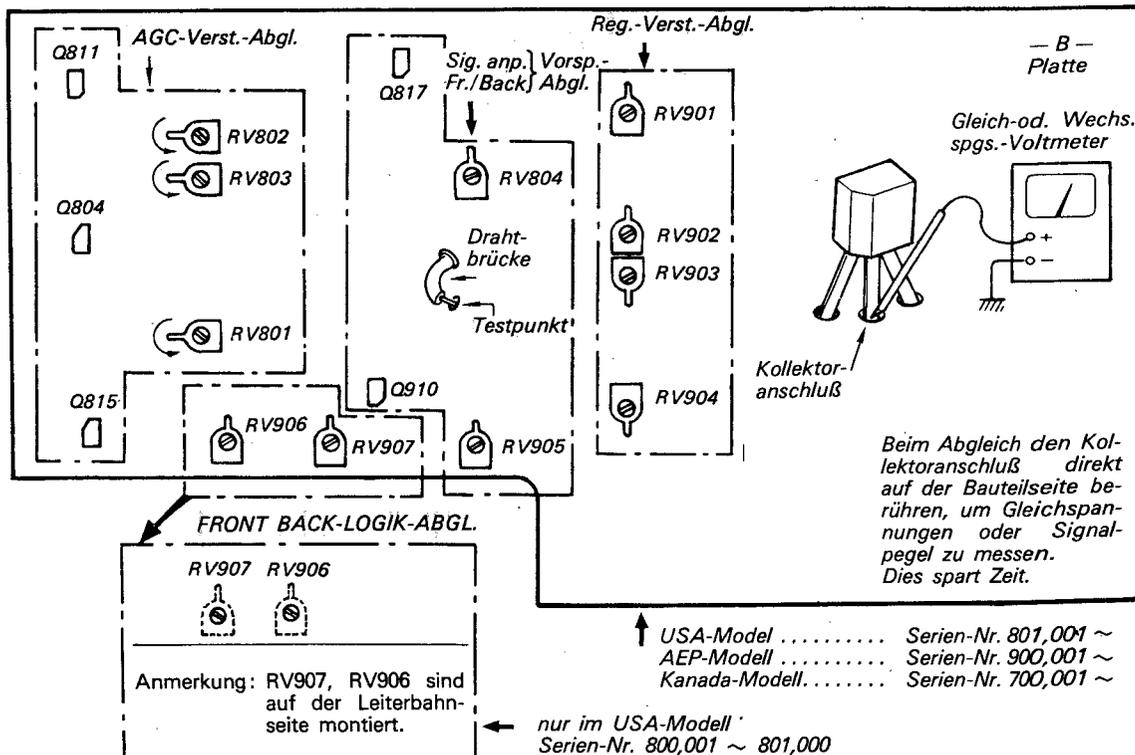

Fig. 3-4. Anordnung der Abgleichpunkte
1. Die in Fig. 3-4 gezeigte Drahtbrücke am Testpunkt der
Anmerkung: Alle Abgleichpunkte befinden sich auf der in Fig. 3-4 gezeigten Platte B.
punkt der in Fig. 3-4 gezeigten Leiterplatte B messen.
stellt, wie die in Schritt 2 gemessene. Wie in Fig. 3-4 ge-
Anmerkung: Den Abgleich der Front-Back-Logik nach diesem Abgleich durchführen oder umgekehrt. Die Abgleichpunkte befinden sich auf der in Fig. 3-4 gezeigten Platte B.
1. Die in Fig. 3-4 auf der Platte B gezeigte Drahtbrücke am Testpunkt ablöten. Damit wird die Funktion der Logik unterbrochen.
2. RV801, RV802 und RV803 ganz in der in Fig. 3-4 gezeigten Pfeilrichtung drehen.
2. Am Kollektor von Q804 (siehe Fig. 3-4) den Ausgangspegel messen und RV803 so einstellen, daß der Pegel 4-5 dB beträgt. Den genauen Wert notieren.
4. Den Ausgangspegel an den Kollektoren von Q811 und Q815 messen (siehe Fig. 3-4) und RV801 und RV802 so einstellen, daß sich der selbe Wert ergibt wie oben in Schritt 2.
Anmerkung: Hierzu den SQ-Checker oder den Signalauswahlwähler verwenden. Den Abgleich des AGC-Verstärkers nach diesem Abgleich durchführen, oder umgekehrt. Die Abgleichpunkte befinden sich auf der in Fig. 3-4 gezeigten Platte B.